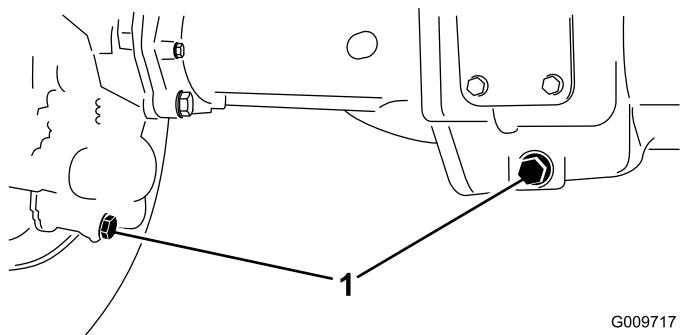

図 45
- ドレンプラグ 図 45 左右端に個と中央に個、全部で3個あるの周辺をきれいに拭く。